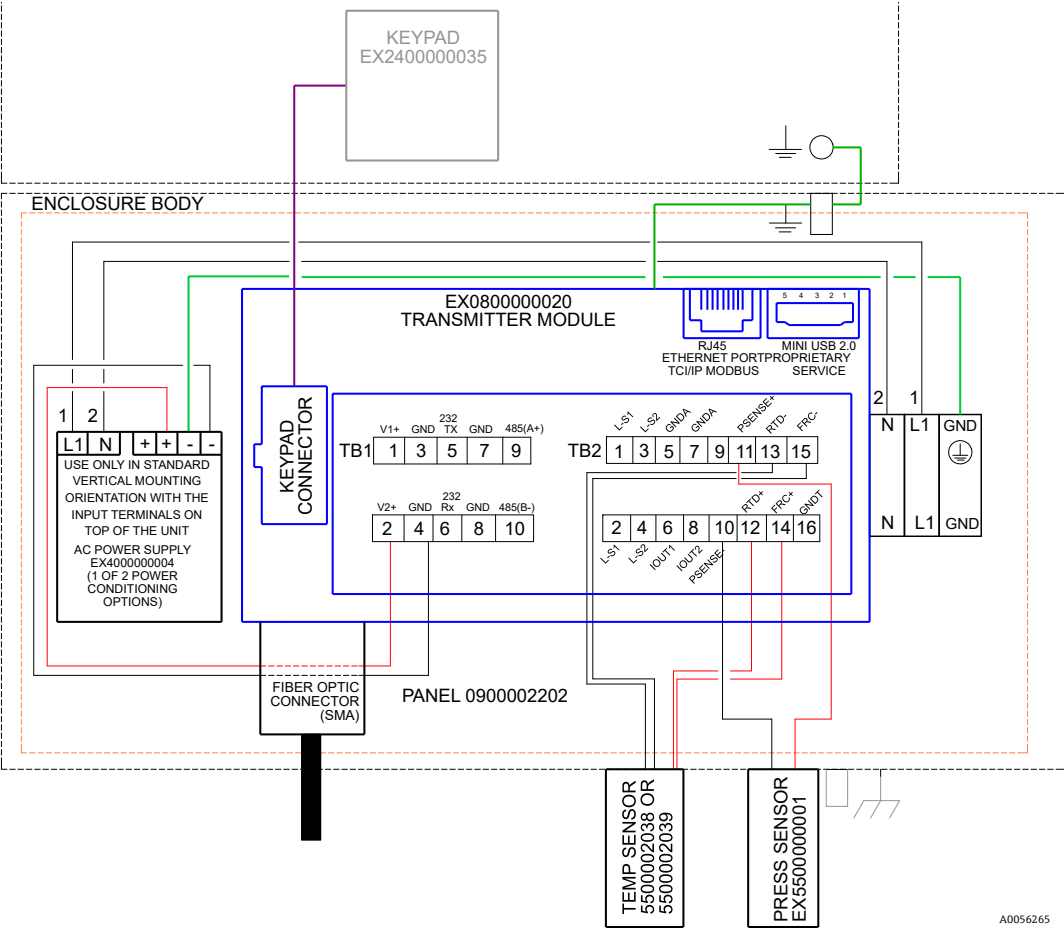

Figura 9. Conexões TB1/TB2
Use cabos fornecidos pelo cliente para circuitos de corrente e conexões de alarme. Consulte a Figura 9. Conexões TB1/TB2.
- Conecte a IOUT1 e IOUT2 (4 a 20 mA) aos terminais 6 e 8 (consulte Figura 9 e Tabela 1. Borne TB2).